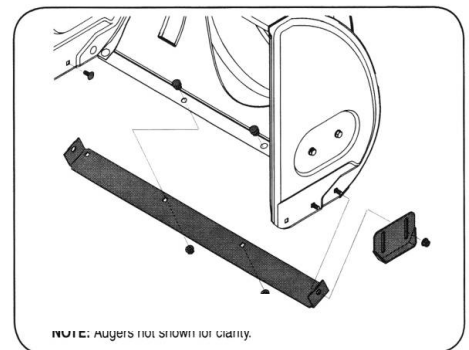

Fig. 13
1. Ta bort de fyra bultarna och muttrarna som håller fast dem på snöslungan. Se bild 13.
2. Montera de nya släpskorna med fyra bultar (två på varje sida) och muttrar. Se bild 13.